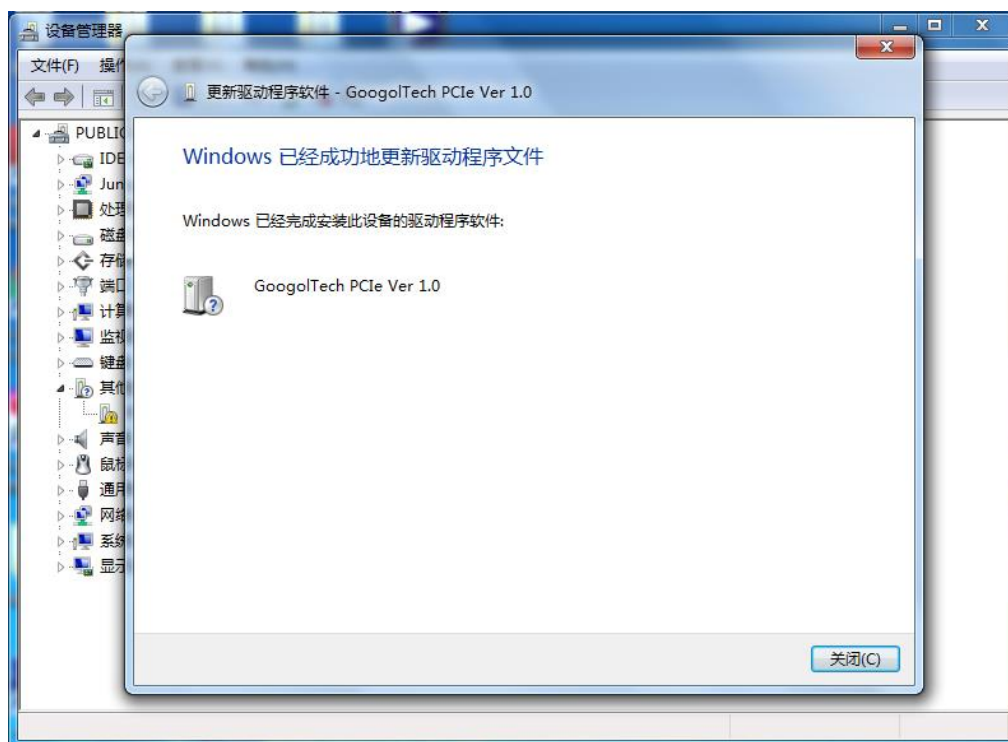
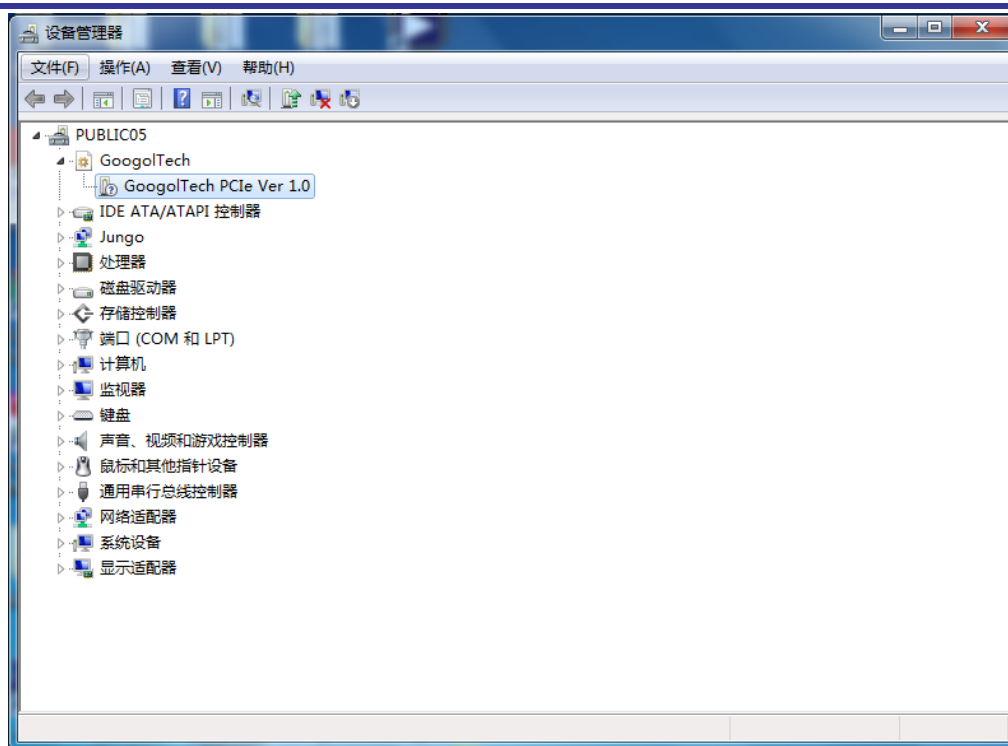

图 2-16 运动控制卡驱动程序安装界面 6
图 2-17 运动控制卡驱动程序安装界面 7
- (6) 驱动安装成功后，弹出如图 2-16 所示的提示界面，点击【关闭】按钮，在设备管理其中 GoogolTech 分支下显示 GoogolTech PCIe Ver 1.0，如图 2-17 所示，说明驱动程序已经安装成功。